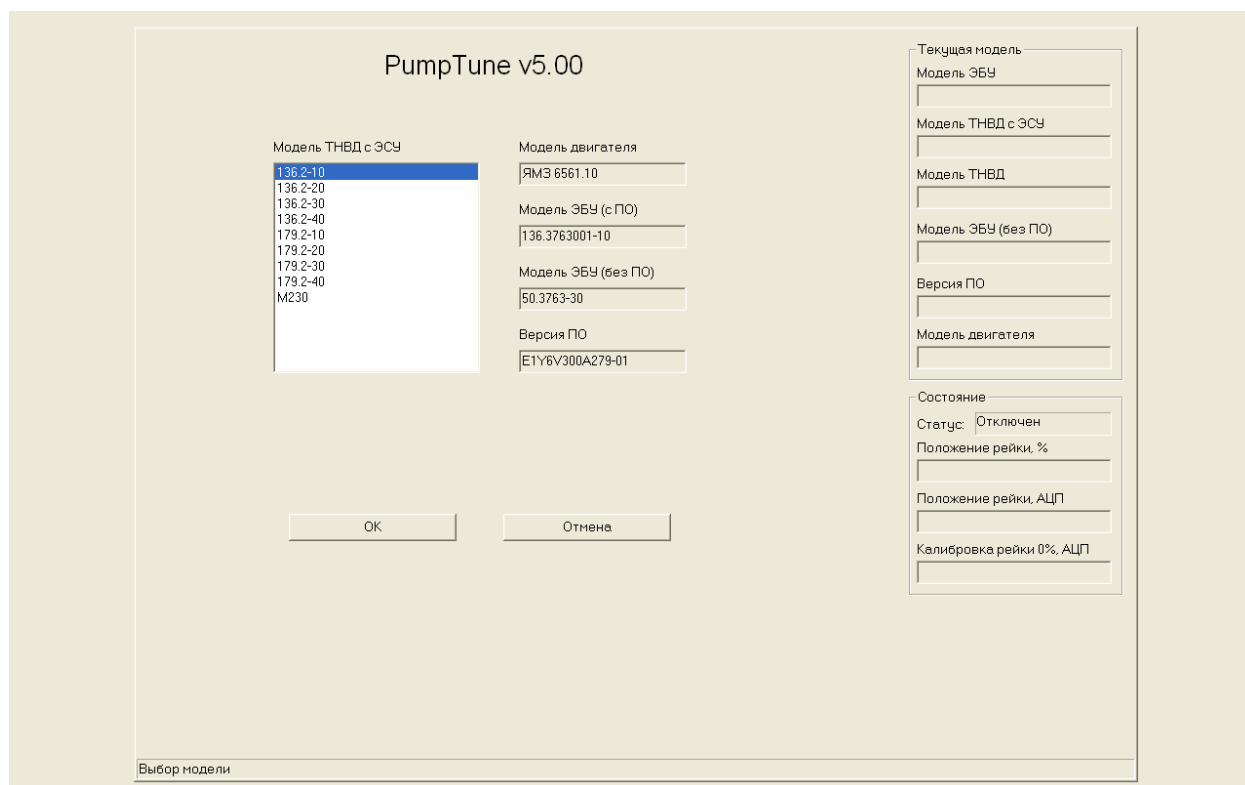

Рис. 3.1. Выбор модели.
3.2.2. Включить питание БНС-5, запустить на компьютере программу PumpTune. Выбрать из списка модель ЭБУ (рис. 3.1).